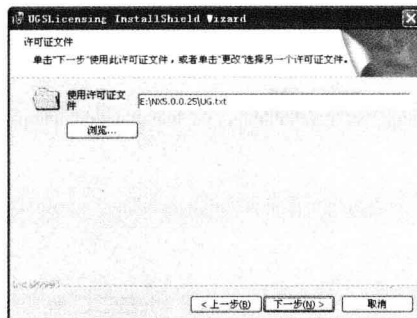

图 1-9 使用许可证文件
Step 09 选择许可证文件后，将返回到安装界面，单击“下一步”按钮，继续安装 UG NX5，如图 1-9 所示。